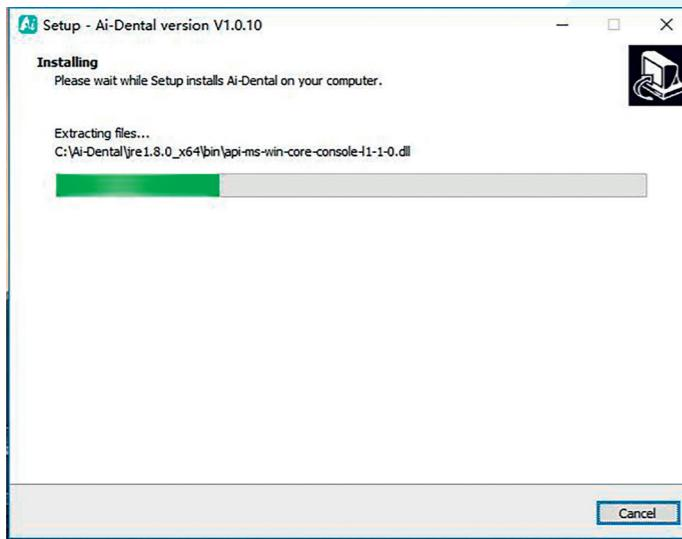

Figure 9
4.1.8 Après avoir cliqué sur le bouton « Installer », le programme commence à s'installer. L'utilisateur attend que l'installation soit terminée, comme le montre la Figure 9 :